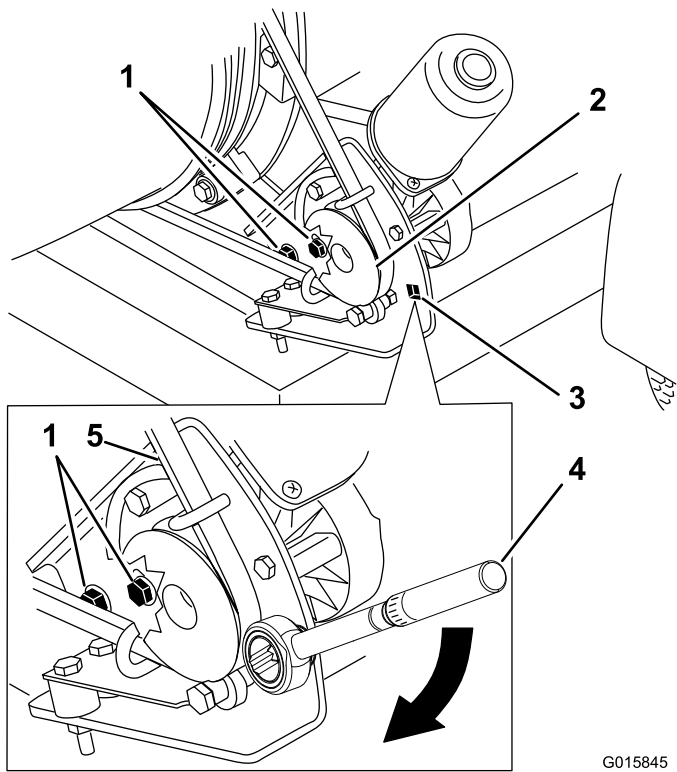

图30
1. 拧开将皮带轮安装支架固定到吹风机机架上的螺栓（图30）。
2. 将扭矩扳手放入皮带轮安装支架（图30）。
3. 将皮带轮安装支架转离出风管，直至扭矩扳手读数为 $22.6 \sim 26.0 \text{ N} \cdot \text{m}$ （图30）。